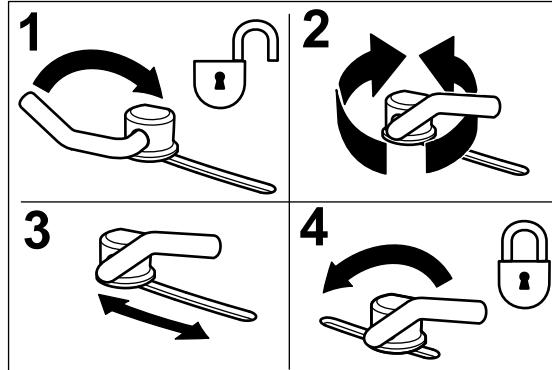

Bild 14
1. Wenn Sie die Haltenocken einstellen möchten, schieben Sie den Hebel nach oben, um die Haltenocke zu lösen (Bild 14).
3. Schieben Sie den Hebel zurück, um das Ablenkblech und die Haltenocken festzuziehen (Bild 14).